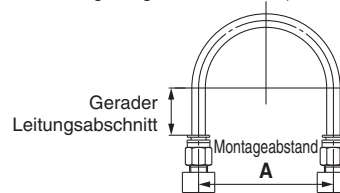

Abb. 1 Empfohlene Konfiguration der Leitungsverlegung mm
1. Sehen Sie beim Anschluss von Schläuchen mit Steckverbindungen für den Schlauch eine Reservelänge vor, wie in Abb. 1, „Empfohlene Leitungskonfiguration“ gezeigt. Achten Sie bei der Verbindung der Leitungen mit einem Kabelbinder o.Ä. außerdem darauf, dass die Steckverbindungen keiner externen Krafteinwirkung ausgesetzt werden (siehe Abb. 2).